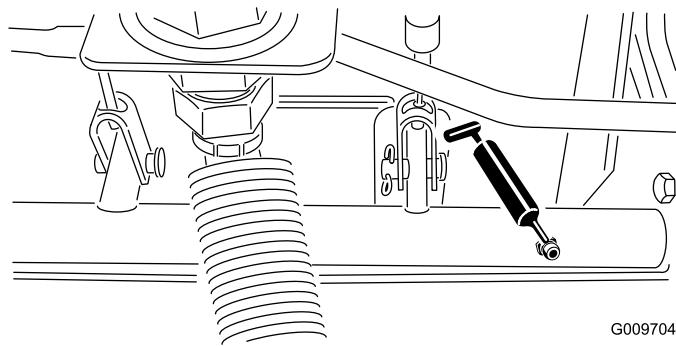

Figure 112
- Roulements d'axes de pivots de freins (5), voir Figure 112